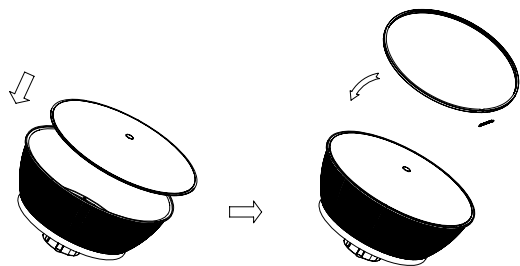

Figure 14
2. Positionnez le cerceau circulaire en acier : ouvrez les extrémités du cerceau circulaire en acier et placez-le autour de la bride de la lentille conique et de la bride du réflecteur prismatique. (Voir la figure 14)